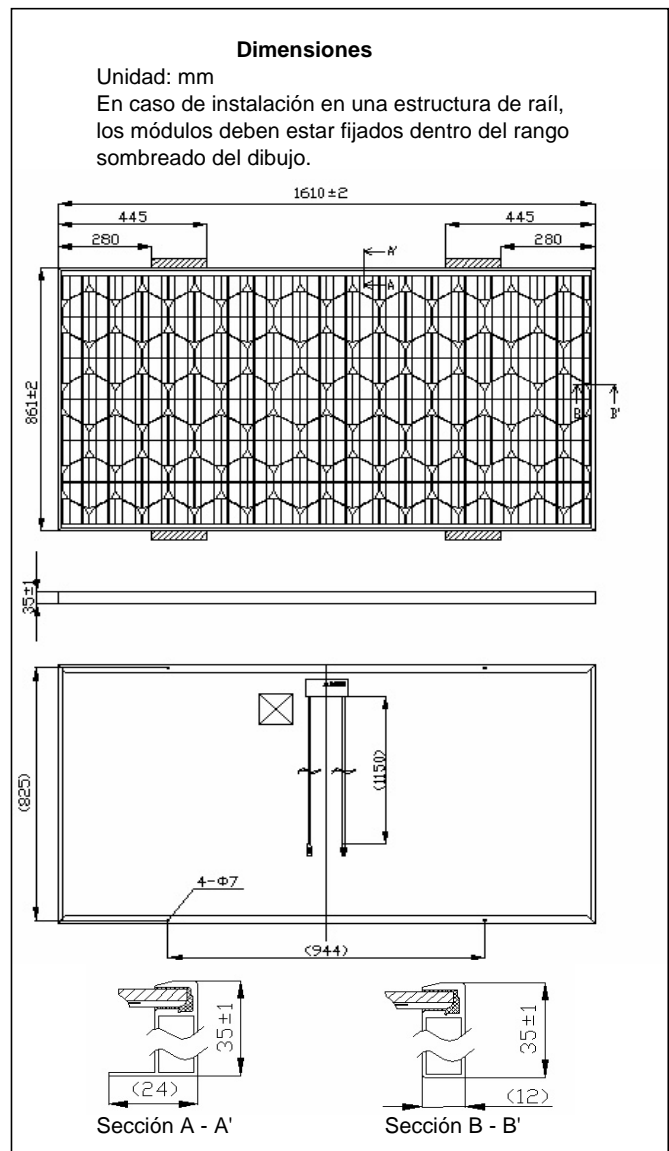
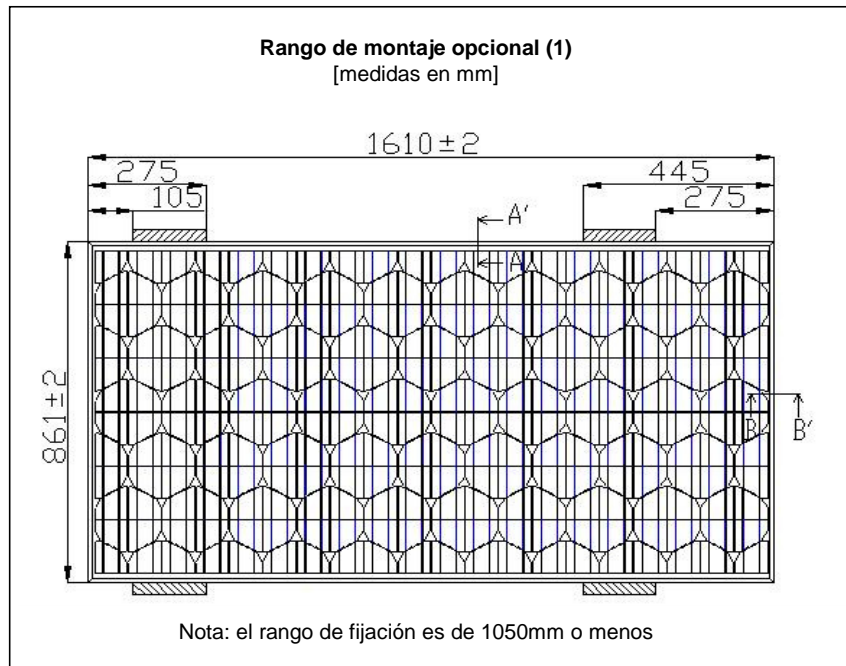

Figura 2-1: Dimensiones
Figura 2-2: Rango de montaje opcional
- Los módulos deben montarse en los cuatro (4) puntos tal como se muestra en la figura 2-1. No obstante, puede elegir los rangos de montaje opcionales (con limitación de envergadura de fijación) por los medios mostrados en la figura 2-2 o 2-3.